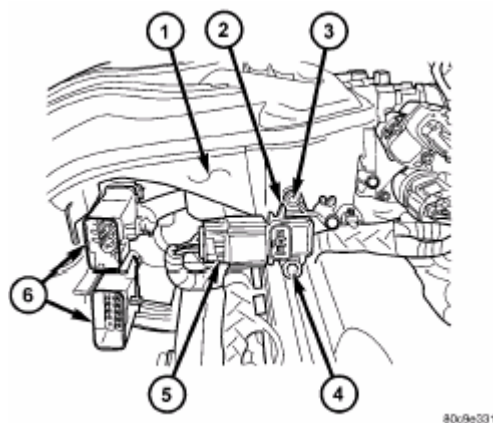
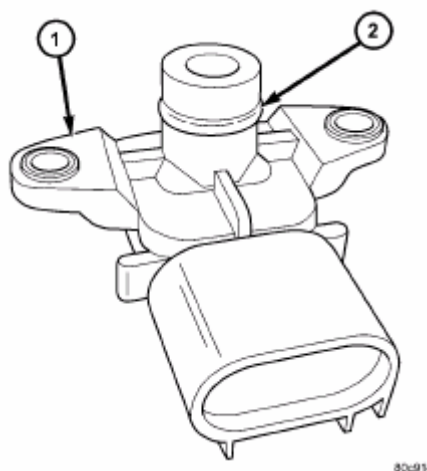

Рис. 13. Расположение датчика АДК:
Рис. 14. Уплотнительное кольцо датчика АДК:
Датчик АДК устанавливается в задней части впускного коллектора (рис. 13). Для уплотнения датчика на впускном коллекторе используется уплотнительное кольцо 2 (рис. 14).
1. Рассоедините электрический разъем 5 (рис. 13) датчика АКД.
5. Проверьте состояние уплотнительного кольца 2 (рис. 14) датчика.
2. Проверьте уплотнительное кольцо 2 (рис.14) датчика на отсутствие порезов или разбухания.